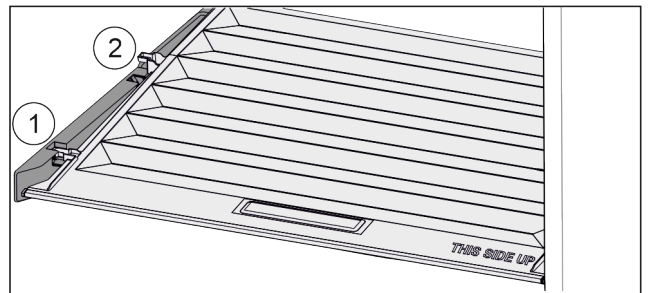

Fig. 39
- ▶ Deksel tot de opening in de vasthouddelen naar voren trekken Fig. 39 (1).
- ▶ Aan de achterkant vanaf de onderkant omhoog tillen en vanaf de bovenkant verwijderen Fig. 39 (2).